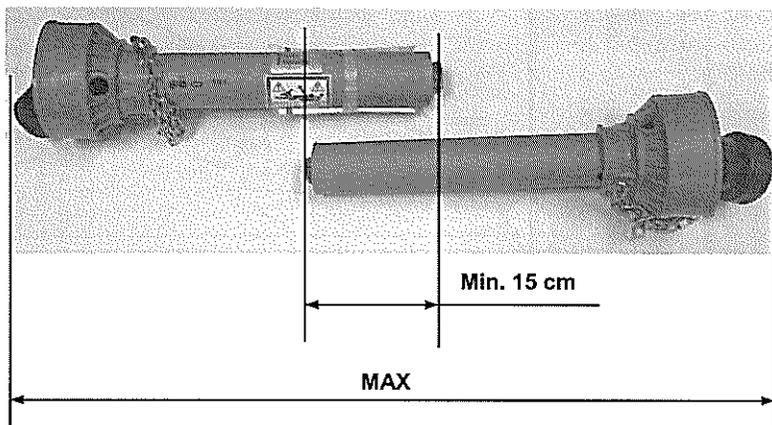

FIG. 6
- ➔ S'assurer que le cardan soit ouvert d'au moins 4 cm en position de fermeture max. et que les deux parties se superposent d'au moins 15 cm dans la position d'allongement max. Fig. 6
Siehe Abb. 6